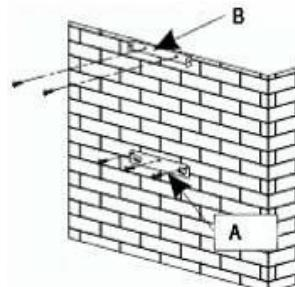

Abb. 1
(Abb. 1)
— Zeichnen Sie auf die Mauer die 3 Bohrlöcher auf, die Sie benötigen und benutzen Sie dafür die mitgelieferten Halter der Dunstabzugshaube und beachten Sie dabei den empfohlenen Abstand (Teil A der Abb. 1).
— Schrauben Sie den Halter für die Befestigung der Dunstabzugshaube fest und garantieren Sie, dass er vollständig im Wasser ist (Teil A der Abb. 1).
- Berechnen Sie die Endhöhe für den U-Halter der Rohrabdeckung (Teil B Abb. 1)
- Bohren Sie die beiden Löcher mit 8 mm und schrauben Sie den Halteflansch der Rohrabdeckung an und achten Sie dabei, dass die Achse zur Dunstabzugshaube korrekt ist (Teil B Abb. 1)